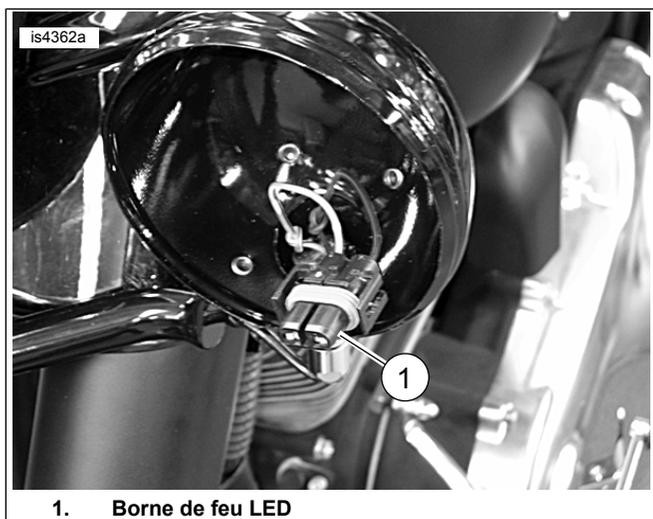

Figure 2. Borne de feu LED auxiliaire
- Voir Figure 2 . Placer l'anneau à emboîtement interne sur l'ampoule. Relier l'ampoule au connecteur de l'élément (1).